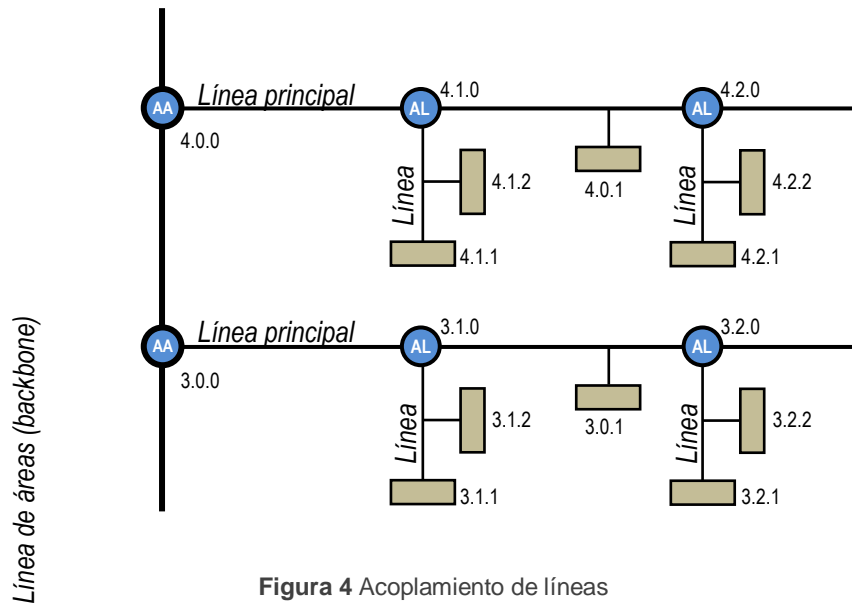

Figura 4 Acoplamiento de líneas
La Figura 4 representa un escenario típico. El IP Router CL podría instalarse en todos los nodos marcados como “AA” (acoplador de áreas) o “AL” (acoplador de líneas):
**Ejemplo:** en el ejemplo de la Figura 4, cuando el acoplador con dirección 3.2.0 lea en la línea principal un telegrama destinado al dispositivo con dirección física 3.1.2, comparará ambas direcciones y determinará que 3.1.2 no pertenece a la línea secundaria, por lo que no transmitirá el telegrama.
- *El dispositivo que genera el telegrama debe tener asignada una dirección física que realmente corresponda a su línea. En la Figura 4, si el dispositivo con dirección física 3.1.1 (por ejemplo, un programador USB-KNX) pasa a tener la dirección 7.7.255, no será capaz de hacer llegar telegramas a, por ejemplo, el dispositivo con dirección 4.0.1.*
- *Dado que la programación de los dispositivos se efectúa mediante telegramas dirigidos a direcciones físicas, para poder efectuar descargas sobre un dispositivo de una línea (por ejemplo, el 4.1.1 de la Figura 4) desde un programador instalado fuera de esa línea, es necesario que el acoplador permita pasar todas las direcciones físicas desde la línea principal.*